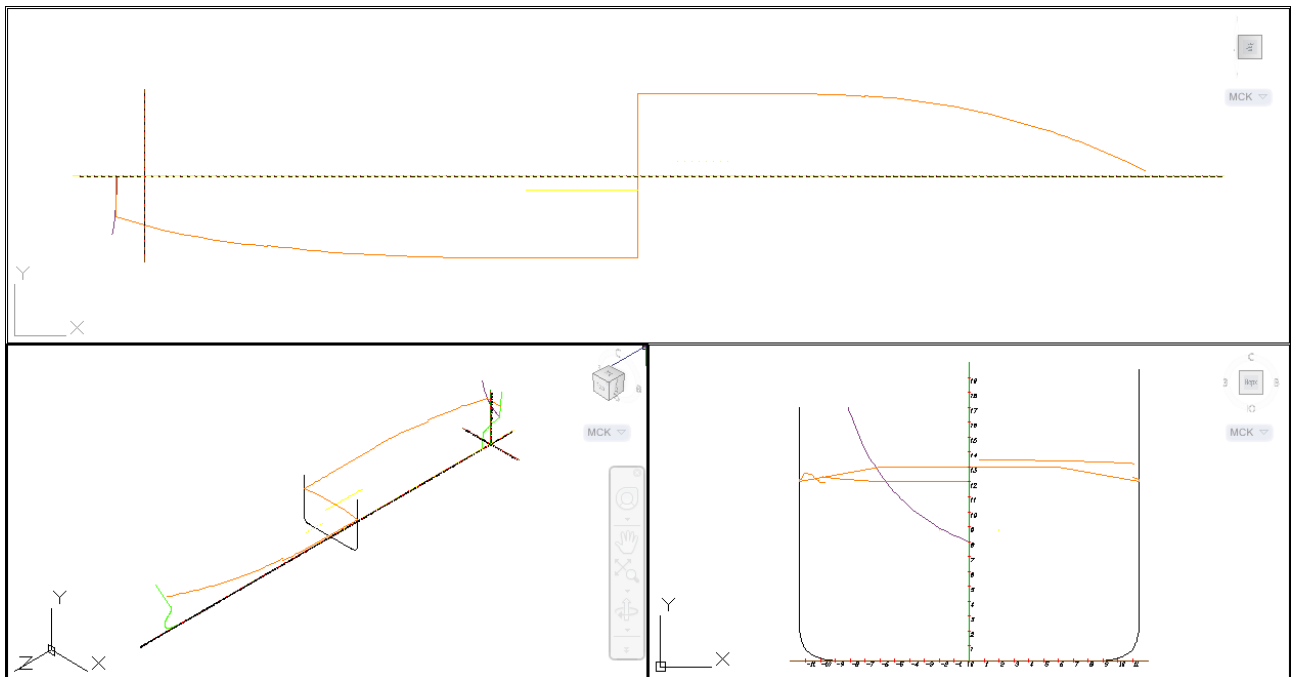

Рисунок 37. Конфигурация ТРК
- TPK для трехэкранный конфигурации (сверху — вид PSH, снизу слева — вид TZ, снизу справа — вид KOR, рисунок 37);